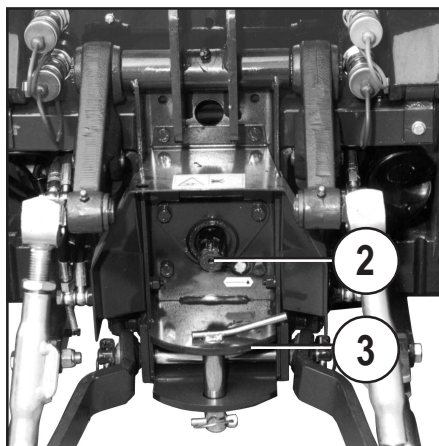

Fig. 8
Med gevindaksel ASAE profil 1" 3/8 (mm 34,9), der er uafhængigt. 2 hastigheder; 540 og 1000 omdr./min. med motor ved henholdsvis 2500 og 2460 (2 fig. 8). Rotationsretning: med uret.
- På den forreste side, fastmonteret med stift (3 fig. 8).